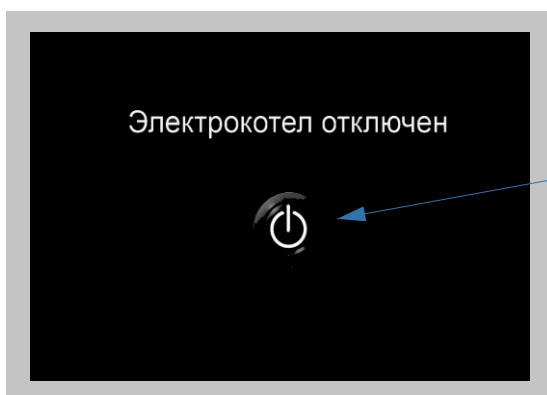

Рис. 3
5.1.3 Нажатие кнопки «Установка» ("**Уст**") переводит контроллер в настройки параметров температуры см. рис.3.
- Режим 0  выключает все реле выходных каналов и через 10 сек переведет электродвигатель в режим дежурного выключения* см. рис.3.